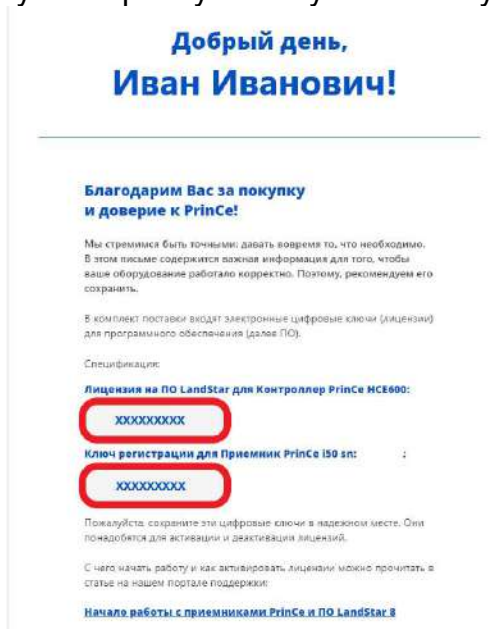

Рисунок 1.4.1
1. Код лицензии в электронном письме (Рисунок 1.4.1)